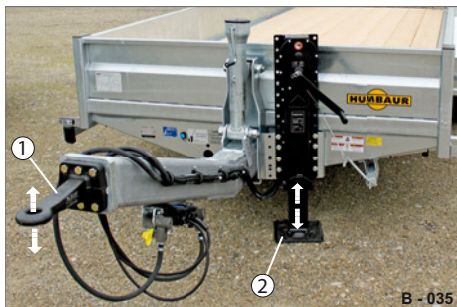

Abb. 34 Höhenangleichung / Ausrichtung
► Korrigieren Sie ggf. die Stellung der Rohrzugdeichsel (Abb. 34/1) mittels der Getriebestützwinde (Abb. 34/2).